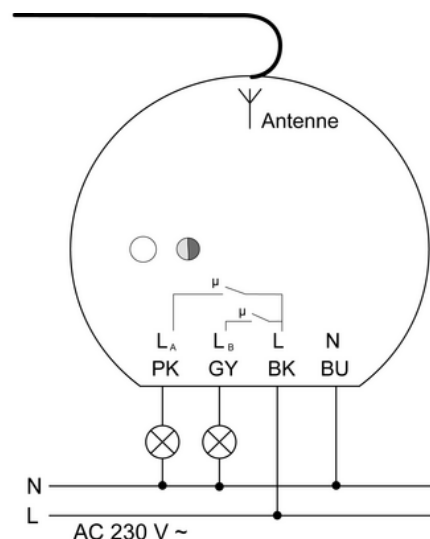

Bild 3
- Aktor (1) gemäß Anschlussplan (Bild 3) mit Leuchtenklemmen (siehe Leuchtenklemmen verwenden) anschließen.